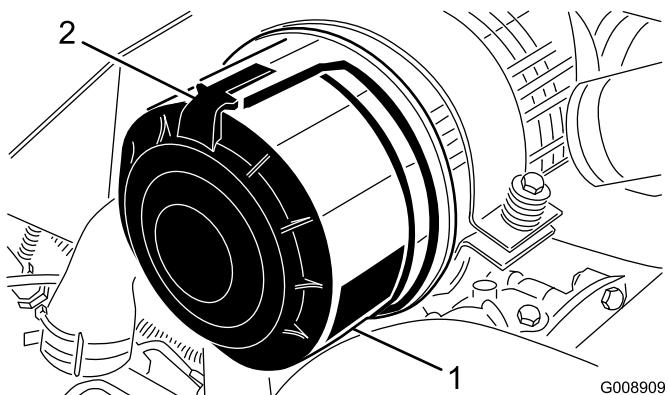

図 56
1. エア・クリーナのカバーをボディーに固定しているラッチを外す（図 56）。